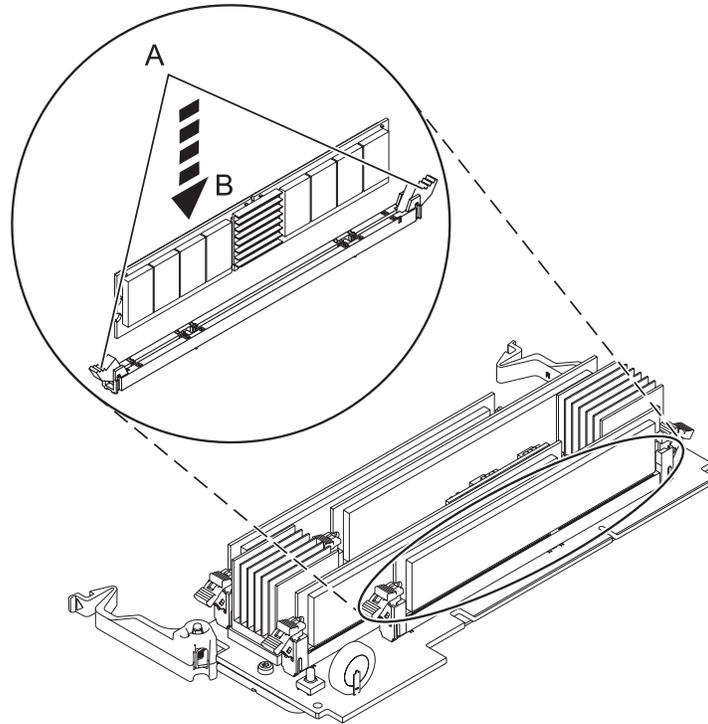

Abbildung 11. Speichermodul austauschen
12. Achten Sie darauf, dass die Verriegelungszungen (**A**) des Anschlusses nach außen in die entriegelte Position gedrückt sind (siehe Abb. 11 auf Seite 25), bevor Sie ein neues Speichermodul einsetzen.